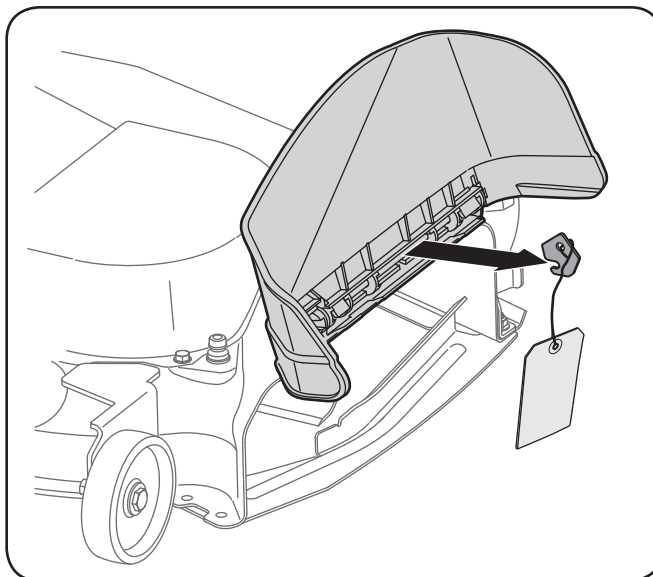

Figure 3-2
1. Repérez le support de la goulotte d'éjection et son étiquette d'avertissement sur la droite du plateau de coupe. Voir la Figure 3-2.